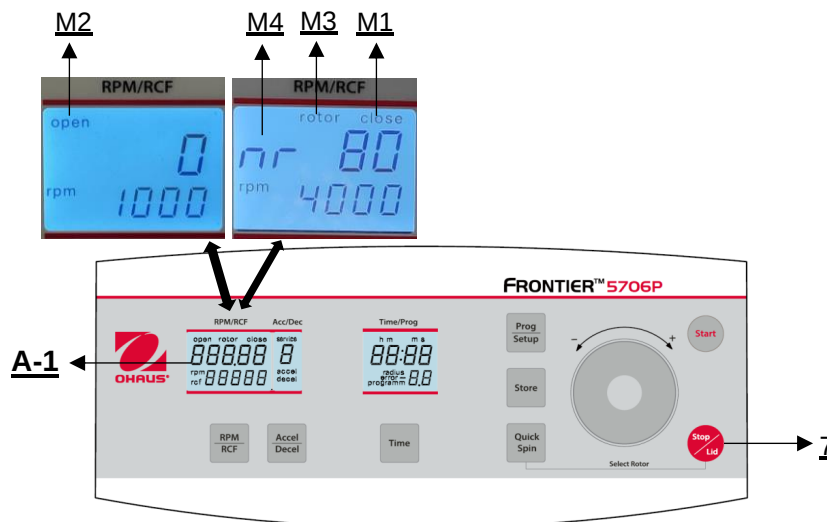

Abbildung 16
Nach dem Lauf, wenn der Zentrifugendeckel geschlossen bleibt, erscheint in der Anzeige **"RPM | RCF"** (A-1) weiterhin das Wort **"close"** (M1). Gleichzeitig wird die aktuelle Rotor-ID, z.B. **"nr 80"**, im Display (M4) angezeigt. Sobald der Deckel durch Drücken der Taste **"Stop | Lid"** (7) freigegeben wird, erscheint das Wort **"open"** (M2). Nun können Sie den Deckel der Zentrifuge öffnen. Bitte beachten Sie hierzu die folgende **Abbildung 16**.
Siehe **Abbildung 16** unten als Referenz.